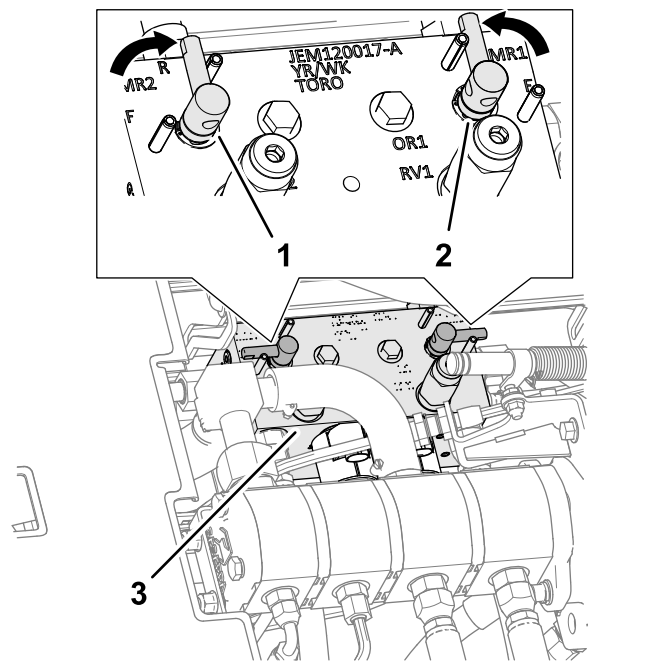

Figure 106
4. Déverrouillez et soulevez le siège pour exposer le collecteur des unités de coupe (Figure 106).
5. Tournez les leviers de rodage à la position R (rodage) (Figure 106).